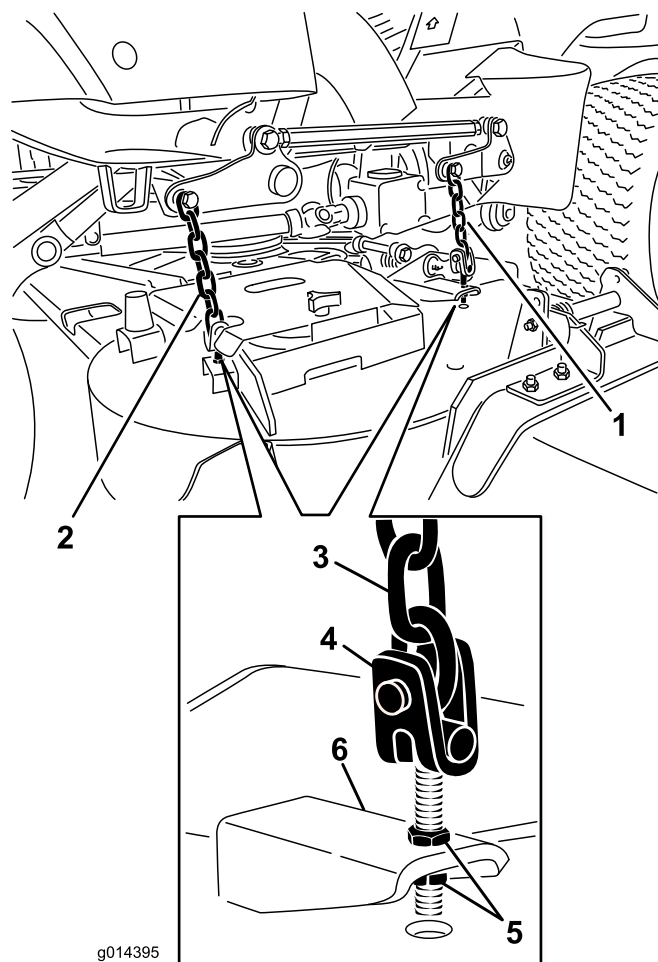

図 70
8. デッキのヨーク/チェーンをデッキに固定しているジャム・ナットを調整してデッキを水平にする (図 70)。
7. デッキのヨーク/チェーンをデッキに固定しているジャム・ナットを調整してデッキのピッチを 8 mm に調整する(図 70)。